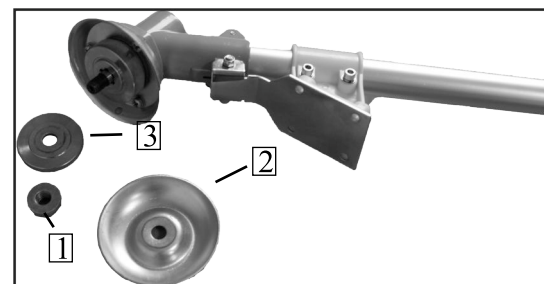

рис. 5
6.4 Установка режущего ножа (рис.5)
6.4.1 Открутите гайку крепления ножа **1** (рис.5), поворачивая её по часовой стрелке.
6.4.2 Снимите нижнюю крышку **2** (рис.5) и прижимную шайбу **3** (рис.5) ножа со штанги гибкого вала.
6.5.1 Открутите гайку крепления ножа **1** (рис.5), поворачивая её по часовой стрелке.
6.5.2 Снимите нижнюю крышку **2** (рис.5) и прижимную шайбу **3** (рис.5) ножа со штанги гибкого вала.